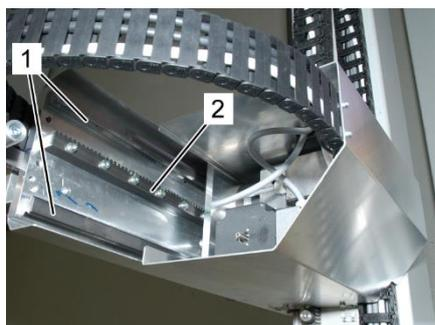

Abb. 39: Z-Achse
5. Linearführungen (Abb. 39/1) und Zahnstange (Abb. 39/2) der Z-Achse mit einem fusselfreien und mit Leichtlauffett benetzten Lappen einfetten.